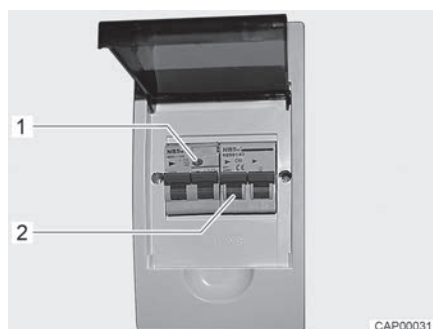

Fig. 92 Scatola dei fusibili a 230 V con interruttore di sicurezza e interruttore automatico FI
Un interruttore di sicurezza per correnti di guasto (interruttore automatico FI) nella scatola dei fusibili protegge l'intero veicolo da correnti di guasto (0,03 A). La rete di bordo a 230 V è protetta da un interruttore di sicurezza collegato in serie (10 A) (Fig. 92,2).
- Se il veicolo è collegato all'alimentazione a 230 V, premere il tasto di controllo (Fig. 92,1). L'interruttore di sicurezza per correnti di guasto deve scattare.